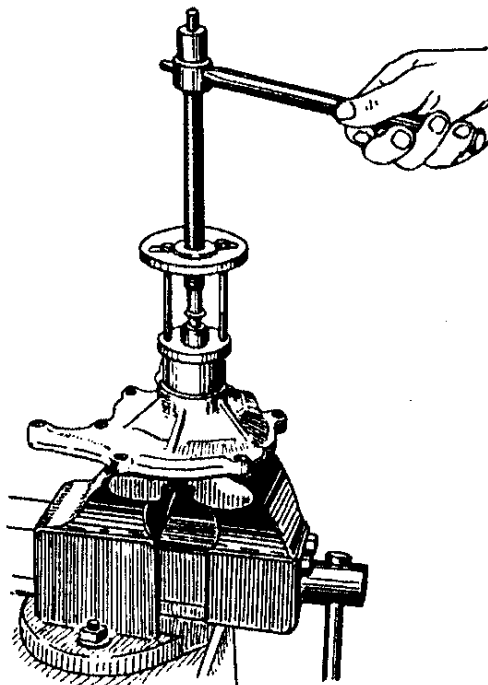

Рис.65. Снятие ступицы шкива водяного насоса
3. Снять ступицу шкива съемником (приспособление 6999-7697), как показано рис.65.